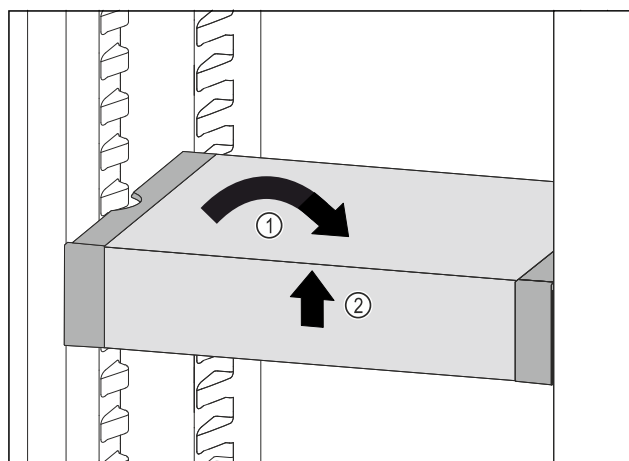

Fig. 115
- ▶ Placer VarioSafe lige. Fig. 115 (1)
- ▶ Løft VarioSafe op foran. Fig. 115 (2)